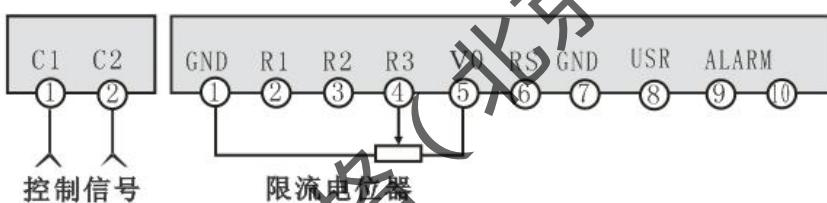

图 7：限流功能接线图
6.1.1 通过“C”选件实现电流限制功能，参照图 7，调试步骤如下：